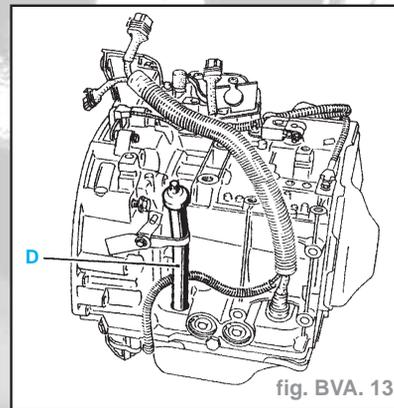

fig. BVA. 13
- Le remplissage s'effectue par le tube (D) (fig. BVA. 13).
- La vidange du mécanisme s'effectue en déposant le bouchon (1) à empreinte triangulaire (B.Vi. 1213). Le bouchon (3) est un bouchon de mise à niveau (empreinte carrée).